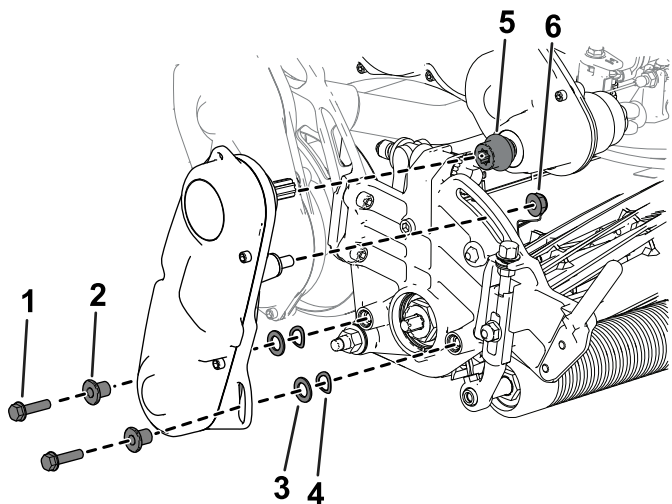

图 8
4. 将联轴器安装到变速箱驱动轴上 图 8。
5. 用先前卸下的五金件将滚刀驱动总成安装到滚刀组上 图 8。
6. 确保联轴器 图 8 可以在变速箱驱动轴上轻松前后移动。